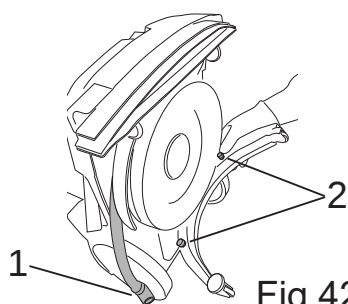

Fig.42
- Frigör slangen från gummiskrapan (bild 42-ref.1).
- Skuva loss vreden (bild 42-ref.2).